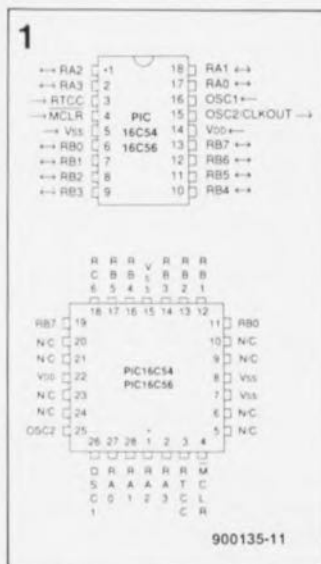
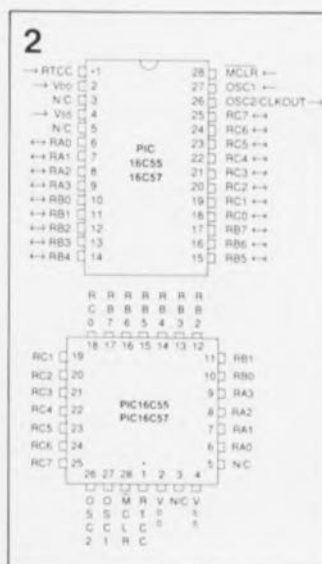

Figure 1. Brochage des PIC16C54 et 16C56.
Figure 2. Brochage des PIC16C55 et 16C57.
la figure 1; ces PIC 16C5x existent en deux versions: une version à fenêtre pour les essais de fonctionnement préliminaires et une version DIL à 18 (28) broches pour le composant définitif dont l'EPROM sera programmée une fois pour toutes (OTP = *One-Time Programmable Device*). Il existe quatre versions de chacun de ces circuits: RC = oscillateur à réseau RC, XT = à quartz, 0,4 à 4 MHz, HS = à quartz 4 à 8 MHz et LP = à quartz et oscillateur 32 kHz. Pour être complets, nous vous proposons également, en figure 2, le brochage des 16C55 et 16C57, composants qui apparaîtront plus tard sur le marché.
Il va sans dire que le démodulateur de son autonome dont on retrouve le schéma en **figure 2** se situe techniquement un cran au-dessus des kits d'adaptation évoqués plus haut. Cette approche associe de nombreux avantages: simplicité, économie et disponibilité des composants. Ce montage a en outre la caractéristique d'être connecté comme un dispositif externe, de sorte que vous n'aurez pas à ouvrir votre récepteur (à condition cependant qu'il comporte une embase sub D standard à 15 broches).